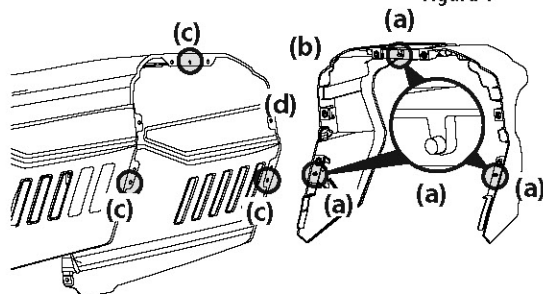

Figura 5
Hay tres (3) clavijas de alineación (a) sobre el collarín del capó (b) que se alinean con los correspondientes orificios de alineación (c) del capó (d). Consulte la Figura 5